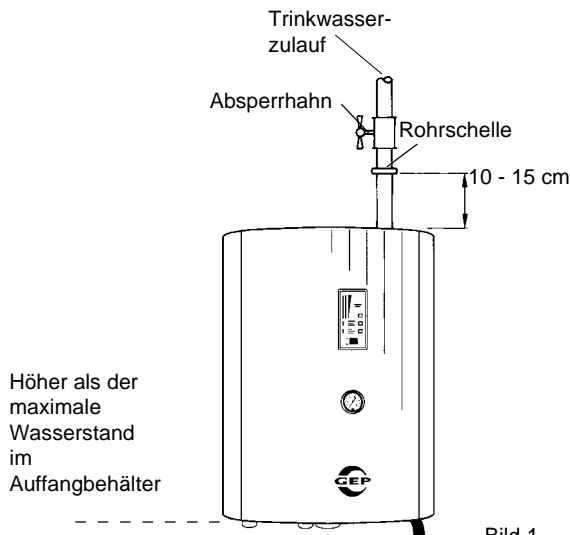

Bild 1
- oberhalb des maximalen Wasserstandes des Auffangbehälters (z.B. Zisterne/ Erdtank/ Kellertank), siehe Bild 1.
- Die erste Rohrschelle nicht weiter als 10-15 cm vom Regenmanager entfernt installieren, siehe Seite 4, Bild 1.